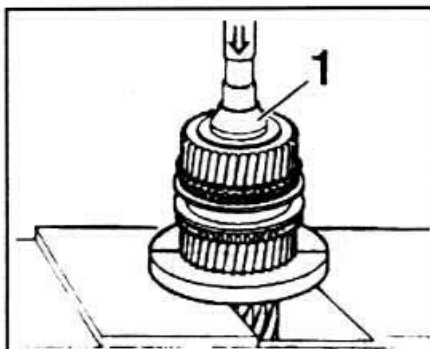

Рис. 5-24. Выпрессовка промежуточного вала из блока шестерен с помощью приспособления BMW 23 2310 с упором на шестерню III передачи:
- Опереть промежуточный вал на шестерню III передачи (рис. 5-24).